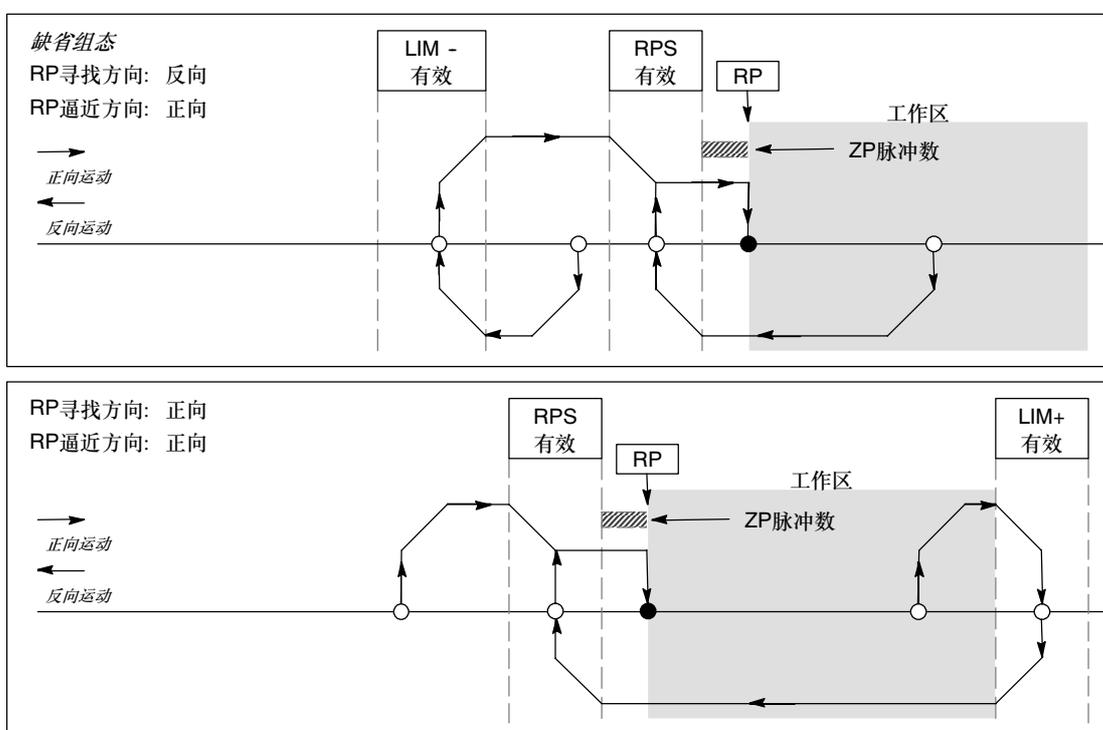

图9-23 RP寻找: 模式3
- ❑ 图9-23显示了RP寻找模式3的两个选项。这种模式将RP定位在超出RPS输入有效区的一个指定数目的零脉冲(ZP)处。